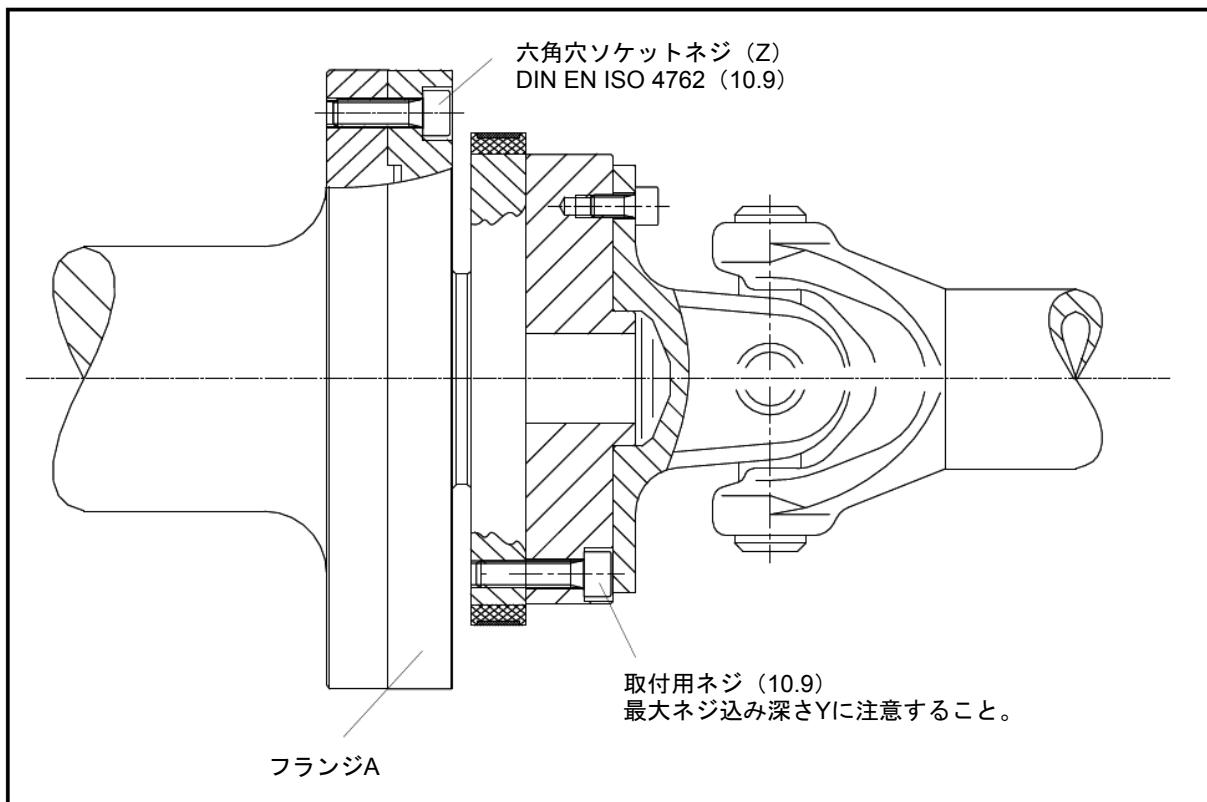

図4.4:ネジ込み方式のローター接続
2. フランジAの接続(図4.4を参照)に際しては、適切な長さ(接続形状によって異なります。20ページの表4.1を参照)のDIN EN ISO 4762特性クラス10.9の六角穴ソケットネジを使用してください。弊社では丸平頭ネジDIN EN ISO 4762、またはこれと同等な黒染めで平滑頭の、サイズおよび形状が許容可能な、DIN ISO 4759、Part 1、製品クラスAに準拠したボルトを推奨します。